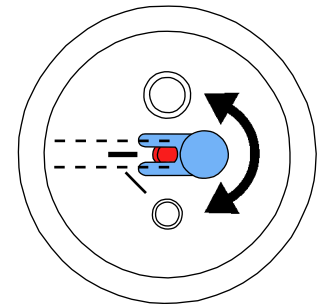

Fig. 12
- Pour les silos de 25 - 70  $\mu\text{m}$ , la buse de dosage doit être alignée (Fig. 12) !